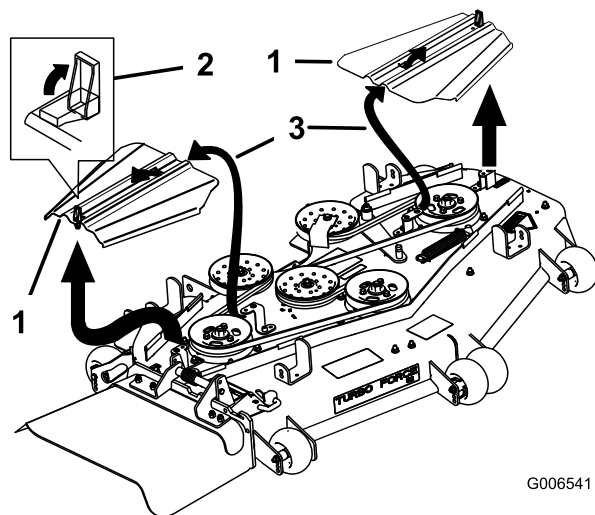

Figure 74
3. Retirez les couvercles de courroie (Figure 74).